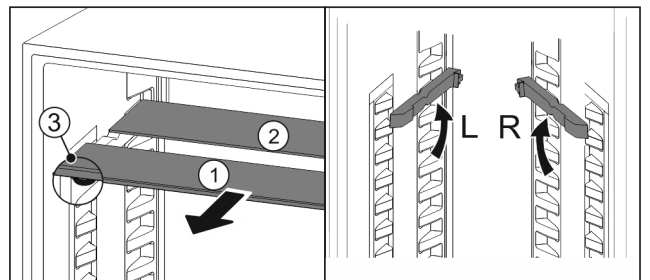

Fig. 136
- ▶ Glasplatten einzeln nach vorne herausziehen Fig. 136 (1).
- ▶ Glasplatte Fig. 136 (1) mit Zierleiste liegt vorne.
- ▶ Stopps Fig. 136 (3) zeigen nach unten.